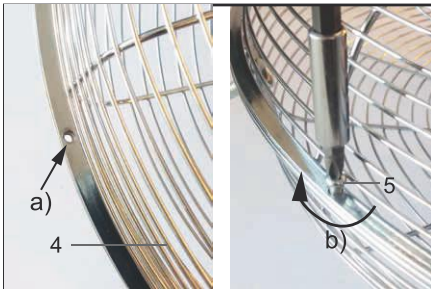

Fig.50: Montering af beskyttelsesgitteret
De to halvdeles huller skal ligge over hinanden. Se fig. 50 a).
5. Sæt først alle krydskærverskruerne (5) gennem de dertil beregnede huller i de to gitterhalvdele.
6. Stram derefter skrueerne i diagonal rækkefølge i urets retning, fig. 50 b).